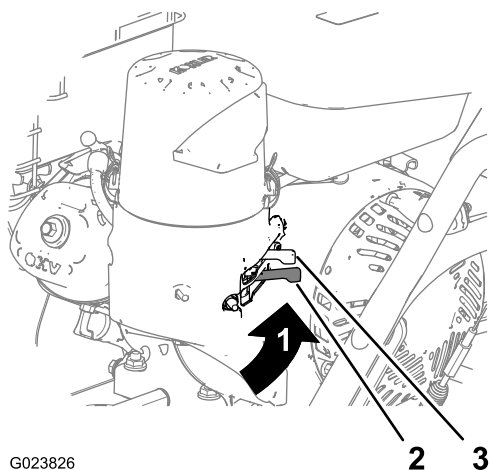

Рисунок 9
Для включения подачи топлива переведите отсечной топливный клапан, расположенный под воздушной заслонкой, вправо (Рисунок 9).
2. Сзади, с левой стороны двигателя переведите рычаг воздушной заслонки в положение Вкл. Если двигатель прогреет, оставьте рычаг воздушной заслонки в положении Выкл. (Рисунок 9).
5. Дайте двигателю прогреться в течение нескольких минут, затем переведите рычаг воздушной заслонки вперед, в положение Выкл. (Рисунок 9).
- С помощью отсечного топливного клапана перекрывается подача топлива в случаях, когда машина не используется в течение нескольких дней, при постановке машины на стоянку внутри здания или при ее транспортировке с одной рабочей площадки на другую (Рисунок 9).